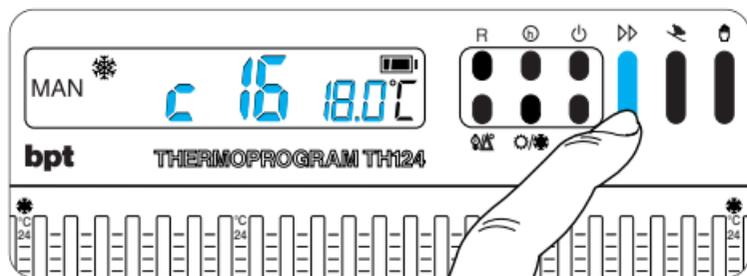

Fig. 37
11.2 - Premere il pulsante **next** (fig. 37) per visualizza-